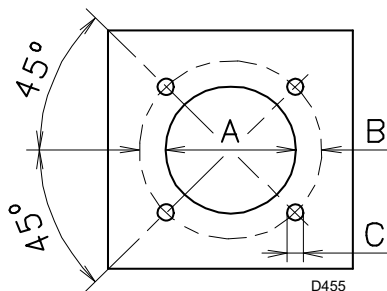

Fig. 11
Percer la plaque de fermeture de la chambre de combustion comme indiqué dans la Fig. 11.
- Introduire le brûleur entier sur le trou de la chaudière, réalisé auparavant comme dans la Fig. 11 à la page 15, et fixer avec les vis fournies en dotation.